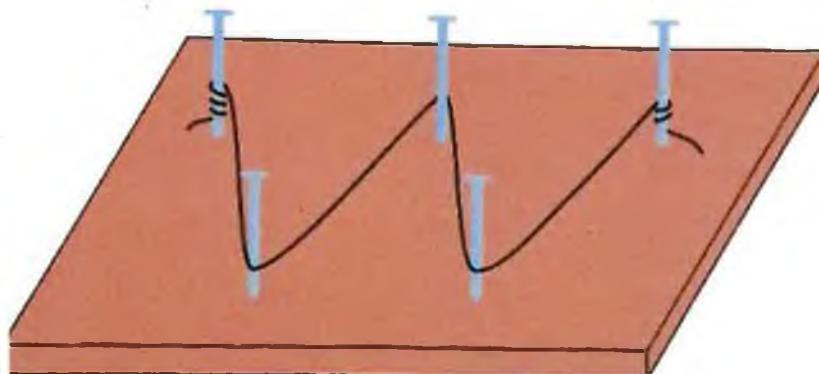

Рисунок 1 – Пример макета для формирования нитиноловой проволоки
1. Намотайте проволоку на заготовку, проволока должна быть хорошо натянута (находиться под нагрузкой) и надёжно закреплена (рисунок 1).